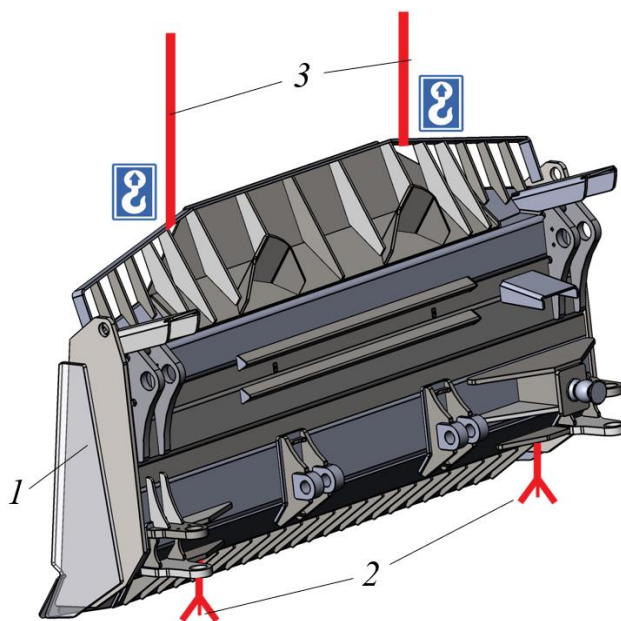

Рисунок 3.119. Зеркало отвала
- Используя грузоподъемное оборудование поднять (точки строповки см. рис. 3.119) зеркало отвала 1 и подвести к толкающим брусьям (брусья на рис. не показаны). Под зеркало установить подпорки 2, стропы 3 от грузоподъемного оборудования не отцеплять.